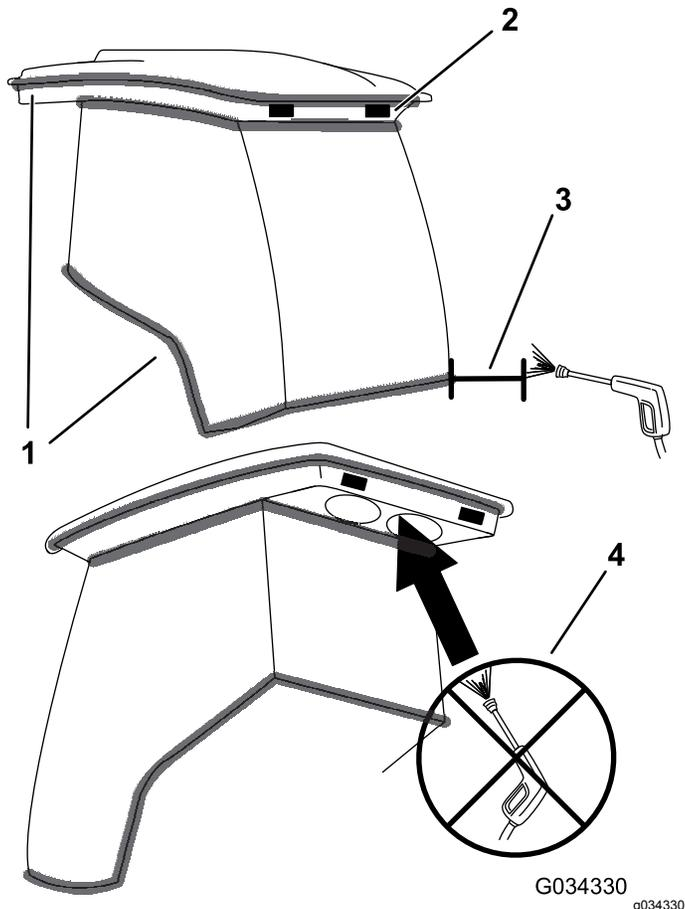

Figure 24
**Important:** Faites attention près des joints de la cabine et des éclairages (Figure 24). Si vous utilisez un nettoyeur haute pression, n'approchez pas le jet à moins de 60 cm de la machine. N'utilisez pas le jet haute pression directement sur les joints et les éclairages de la cabine ni sur l'avancée arrière.